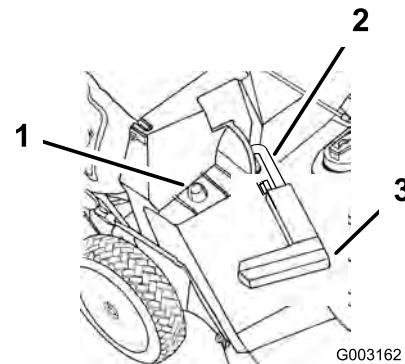

Figura 20
2. Verificate che la maniglia dello sportello di scarico si trovi completamente in avanti e che la spina sia inserita nel fermo (Figura 20).
3. Spostate il foro nel telaio del cesto sopra il piolo di sostegno sul canale di scarico (Figura 20).
2. Alzate la maniglia dello sportello di scarico e spostatela in avanti per inserire la spina nella tacca (Figura 20).